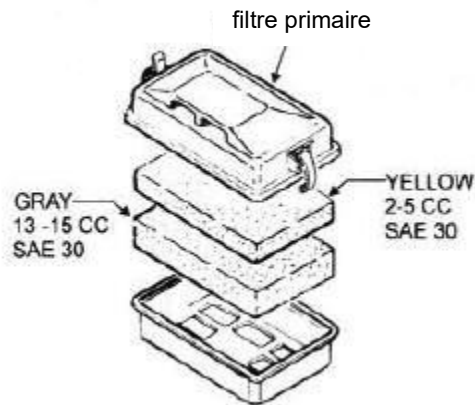

Figure11 Filtre PrimaireOptionel
- Retirer l'élément du filtre primaire (Figure 11) en haut du carter de moteur (côté corps) et nettoyer-le avec de l'huile de nettoyage (kérosène).